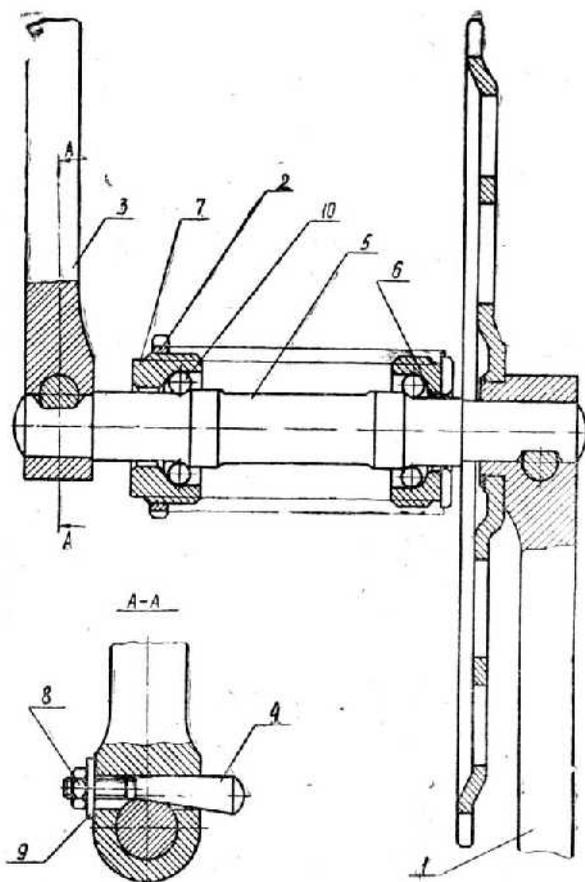

Рис. 5. Каретка.
**Каретка (рис. 5).** Регулировка шарикоподшипников 87.69.05 каретки производится с левой стороны при снятой цепи. Если ход вала каретки затруднен, левую чашку каретки 7 нужно немного вывернуть, а при люфте завернуть. После регулировки положение левой чашки необходимо закрепить контргайкой 2. Следует помнить, что левая чашка имеет правую резьбу, а правая чашка — левую резьбу.